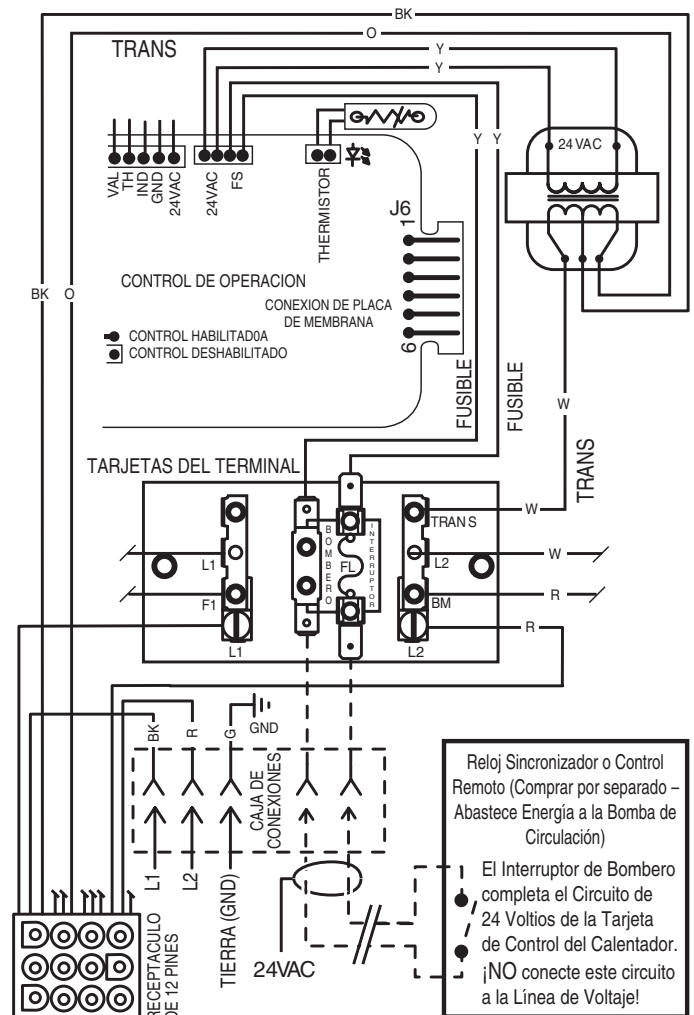

Figura 22.
- Conecte los cables entre los terminales del Interruptor de Bombero en el calentador y el regulador. Conecte los cables del controlador o del sincronizador al Interruptor de Bombero. El controlador, el sincronizador o el regulador deben ser preparados para manejar 24VAC a 0.5 Amp (por que completara el circuito de 24VAC del panel de control en el calentador como se muestra en la Figura 22). NO aplique voltaje de línea a los terminales del interruptor de bombero. Use cable calibre 18 con un mínimo de 3/64" (1.2mm) de grosor de aislamiento clasificado para una elevación de temperatura de por lo menos 105° C.